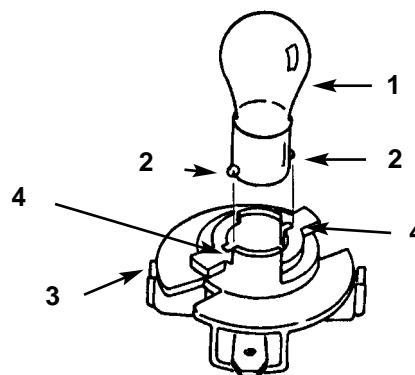

Figure 20
4. Appuyer sur l'ampoule et la tourner dans le sens anti-horaire jusqu'à ce qu'elle s'arrête (approx. $\frac{1}{4}$ de tour) et la déposer du porte-ampoule (Fig. 20).
1. La base de l'ampoule est munie d'ergots métalliques. Aligner les ergots avec les encoches du porte-ampoule et installer la base dans le porte-ampoule (Fig. 20). Pousser sur l'ampoule et la tourner dans le sens horaire jusqu'à ce qu'elle s'arrête.